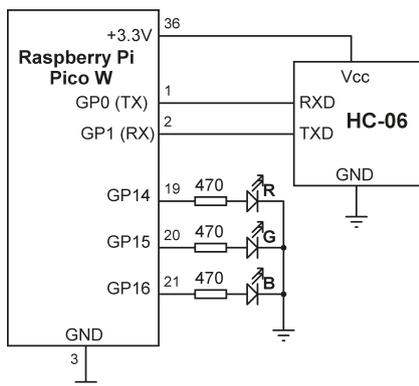

Рис.10.3: Принципиальная схема проекта.
Принципиальная схема: На рис.10.3 показана принципиальная схема проекта. Контакты RXD и TXD модуля Bluetooth подключены к контактам UART 0 GP0 (TX) и GP1 (RX) Raspberry Pi Pico соответственно. Светодиоды подключены к GP14 (светодиод R), GP15 (светодиод G) и GP16 (светодиод B) через токоограничивающие резисторы сопротивлением 470 Ом.